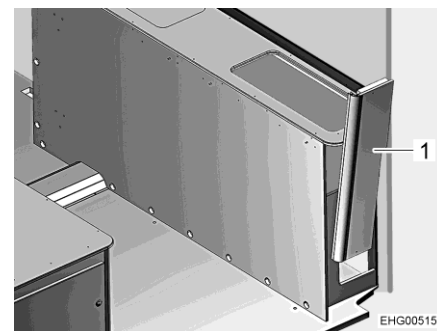

Bild 110 Sänglåda höger, sidoplåt
- Ta bort sidoplåten (Bild 110,1) uppåt medan du försiktigt skakar den.